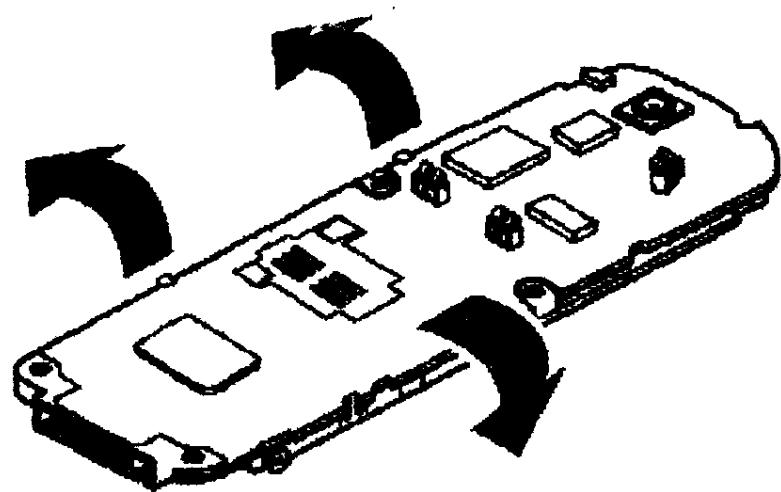

图4 主电路板的拆卸
4. 对固定夹的一侧稍加用力，使主电路板离开底板（见图4）。